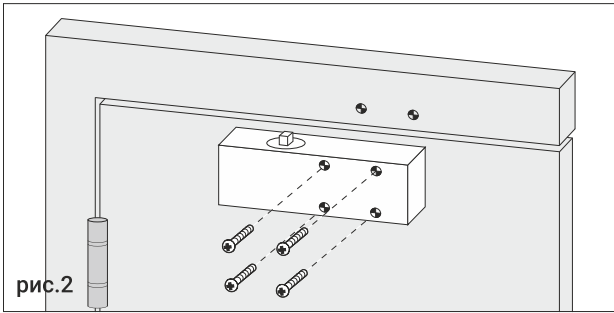

рис.2
1. Установите доводчик таким образом, чтобы винты регулировки **CLOSING SPEED** (закрывание двери) и **LATCH SPEED** (доводка двери) находились со стороны петель. Зафиксируйте обязательно четырьмя винтами М5 (шурупами), рис. 2. **Установка на два или три винта (шурупа) не допускается!**